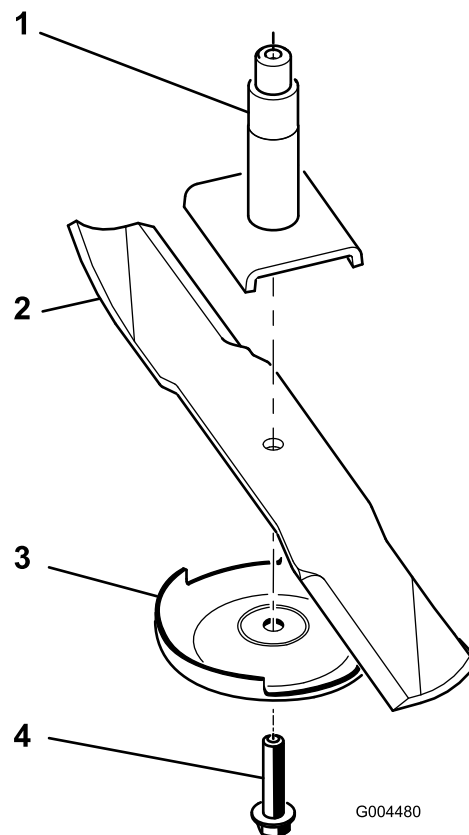

図 74
2. ブレードボルトを右に回してボルトを外す 図 74。
3. スピンドルのシャフトから芝刈り防止プレートとブレードを取り外す 図 74。